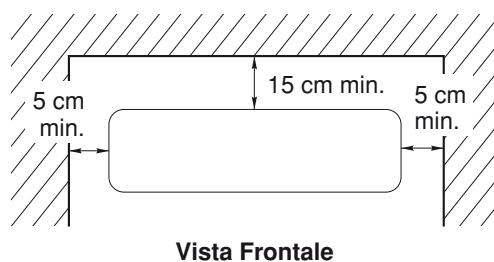

Fig. 2
- Scegliere la posizione più appropriata per assicurare una buona ventilazione e spazi minimi di manutenzione intorno all'unità. (Fig. 2)